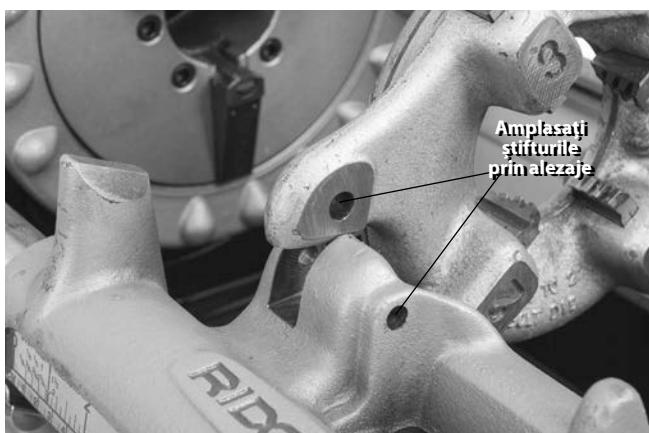

Figura 26 – Menținerea pe poziție a capului-filieră pe stânga
3. Treceți un șift $\frac{5}{16}$ " de lungime 2" prin găurile din restul căruciorului și capul-filieră stânga pentru fixare în poziție (vezi Figura 26).